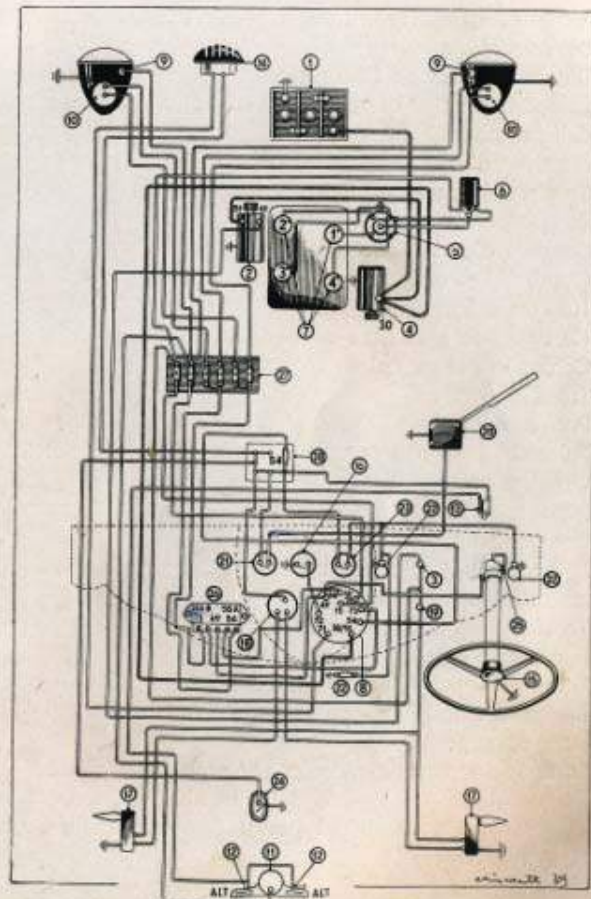

Fig. 40. Schema dell'impianto elettrico.
Esso si compone (ved. fig. 40):
La scatola di derivazione (28) è situata a sinistra del serbatoio della benzina sotto il cofano (vedi fig. 40).